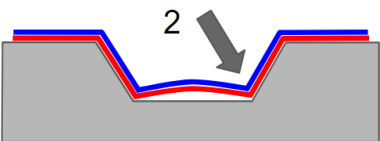

Fig.4
- 4) Répétez le même processus de pose à la seconde ondulation, comme décrit ci-dessus. *Fig.4*